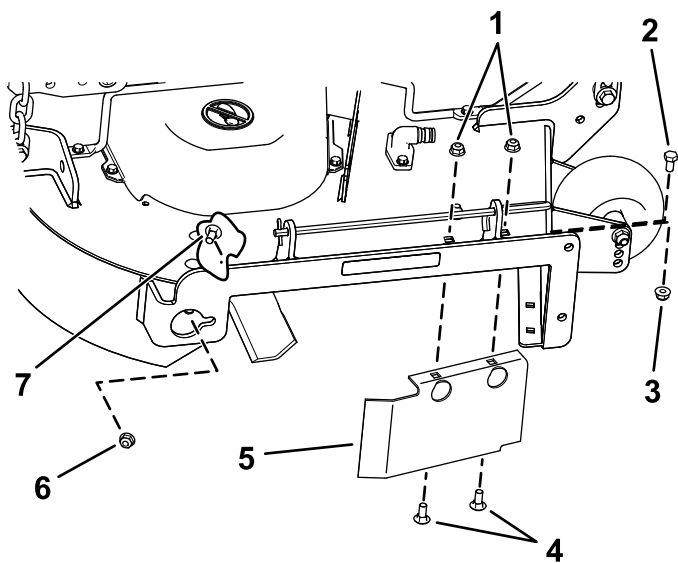

Bild 33
8. Entfernen Sie die Schlossschraube (5/16" x 3/4") und die Sicherungsmutter (5/16") an der Rückwand des Mähwerks, mit denen das Ablenkblech am Mähwerk befestigt ist (Bild 33).
13. Bringen Sie die Befestigungen an, die Sie vorher aus den vorderen Löchern in der Auswurfplatte und dem vorderen Loch am Mähwerk entfernt haben (Bild 33).
9. Ermitteln Sie den Ablenkblechsenschutz an der vorderen Kante der Seitenauswurföffnung (Bild 33).
10. Entfernen Sie die Befestigungen, mit denen die Ablenkblechsenschutzvorrichtung und das rechte Ablenkblech am Mähwerk befestigt sind (Bild 33).